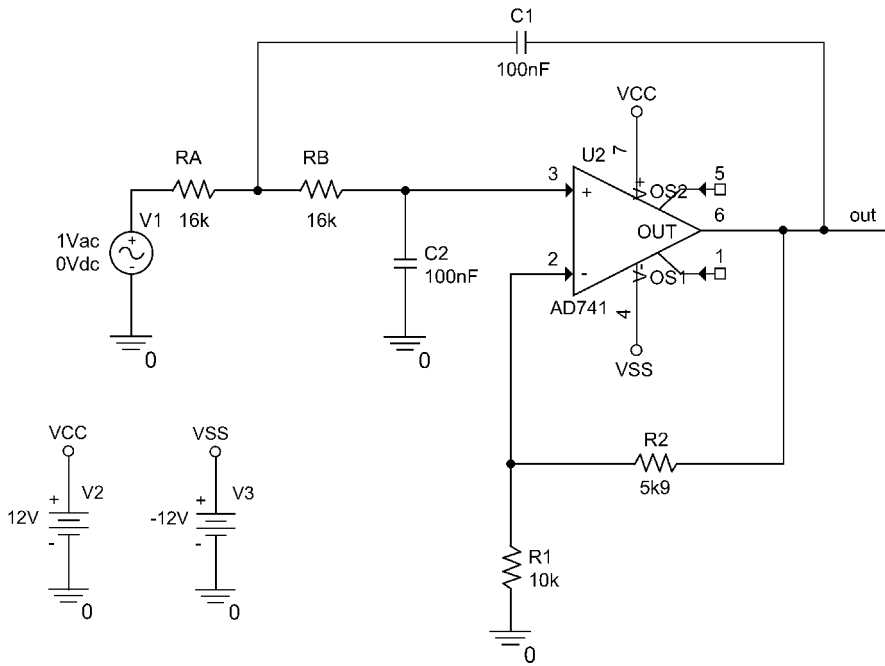

图 12.9 Sallen 和 Key 低通滤波器
1. 如图 12.9 所示，绘制 Sallen 和 Key 滤波器电路图。